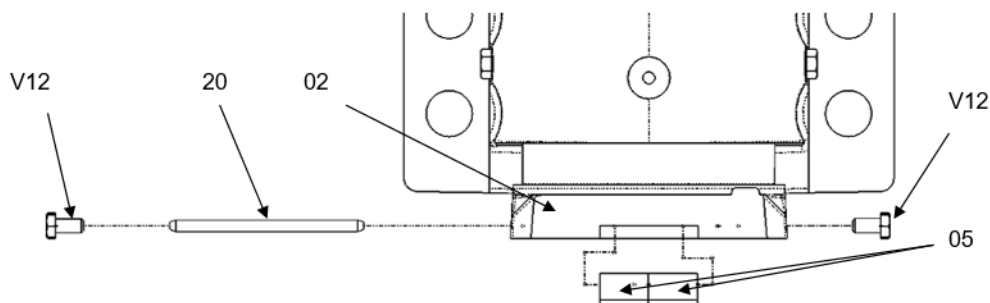

Bild 5.2
2. Entfernen Sie die 4 Schrauben **V12** Bild 5.2.